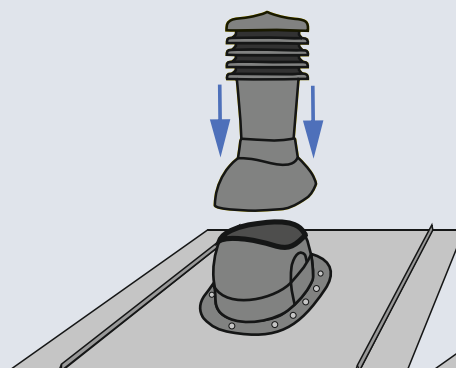
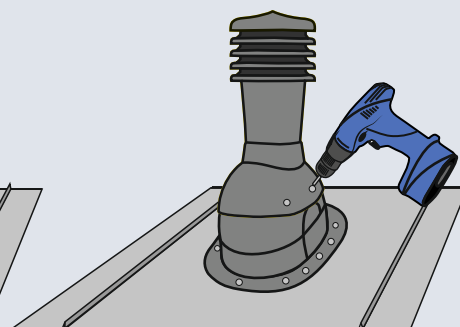

Rys. 4.
Rys. 5.
6. Zerwać taśmę zabezpieczającą uszczelkę butylową (Rys. 4), następnie podstawę należy umieścić wokół wyciętego otworu i docisnąć, przytwierdzić za pomocą wkrętów typu farmer w następującej kolejności – górny wkręt, dolny wkręt oraz boki (Rys. 5).